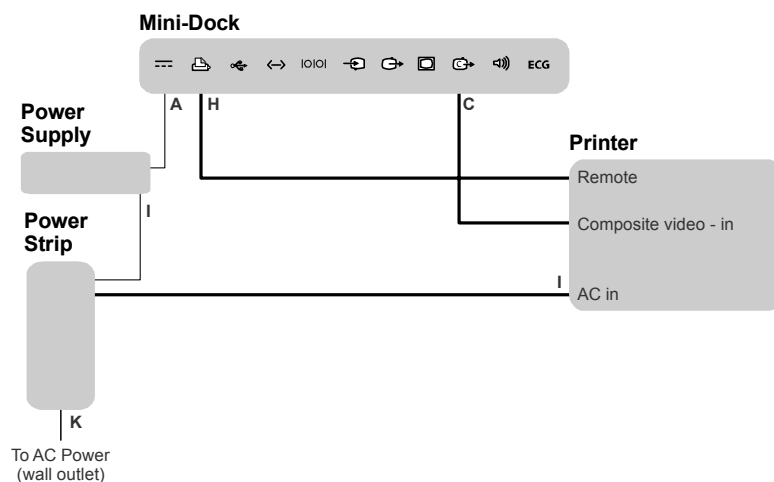

Abbildung 3 Einrichtung des Systems und eines Druckers auf dem MDSm
Kabel anschließen	<ol style="list-style-type: none"> 1 Die Räder arretieren und die rückseitige Abdeckung entfernen. Wenn ein älterer Schwarzweiß- oder Farbdrucker installiert wird, müssen eventuell gummierte Schrauben an den Öffnungen auf der Rückseite platziert werden. 2 Sicherstellen, dass das bereits angeschlossene Gleichstromkabel (A) an das Mini-Dock und das bereits angeschlossene Netzstromkabel (I) an die Verteilersteckdose angeschlossen ist. 3 Die Kabel anschließen. Siehe Abbildung 3 auf Seite 11 und „Kabel, Anschlüsse und Mini-Dock-Symbole“ auf Seite 16. <ul style="list-style-type: none"> • Vorinstalliertes Kabel für Druckersteuerung (H) • Netzstromkabel des Druckers (I) • Vorinstalliertes Composite-Video-Kabel (C) 4 Stromkabel des Systems (K) an eine entsprechende Wandsteckdose anschließen. 5 Die rückseitige Abdeckung (Lüftungsschlitze nach oben) nach oben und in das System schieben.